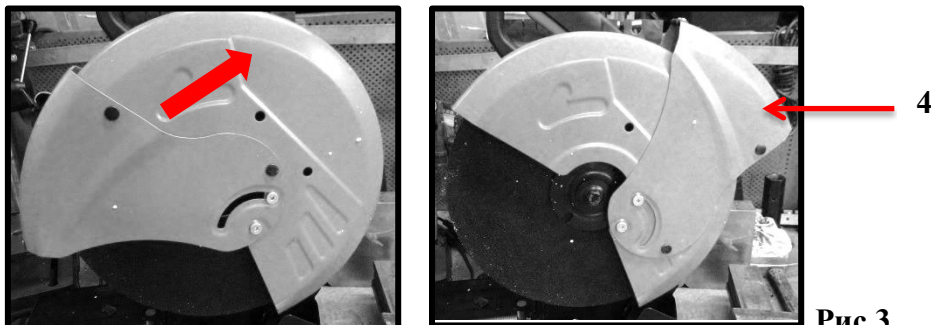

Рис.3
1. Поднимите защитное ограждение 4 (рис.1 и рис.3) вверх примерно на 75 мм и отпустите. Если защитное ограждение исправно, оно свободно упадет в изначальное положение.
2. Поднимите защитное ограждение круга 4 (рис.1 и рис.3) вверх так, чтобы он остался в вертикальном положении.